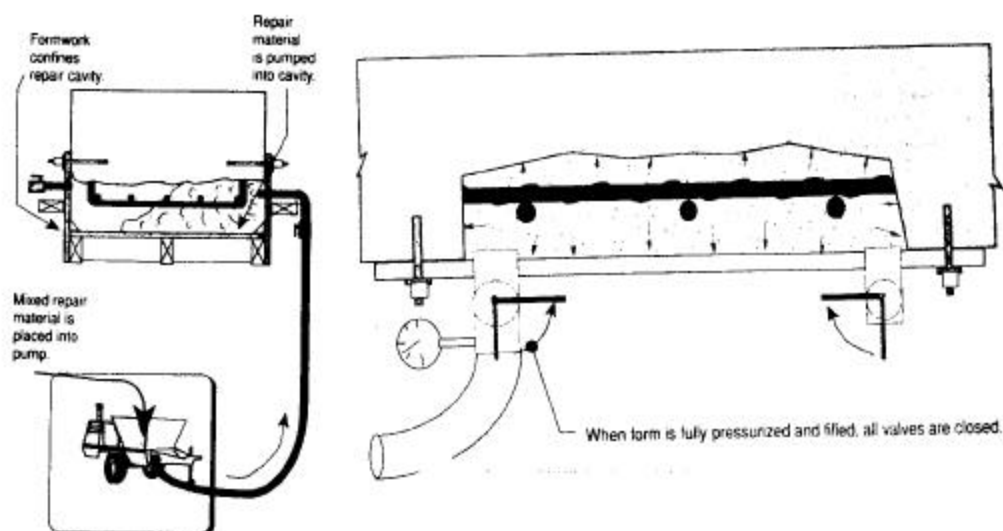

Fig 3.23 - Représentation schématique de la technique de réparation par pompage d'un matériau de réparation derrière une paroi coffrée.
- Il s'agit d'une technique de réparation relativement récente (Fig 3.23).